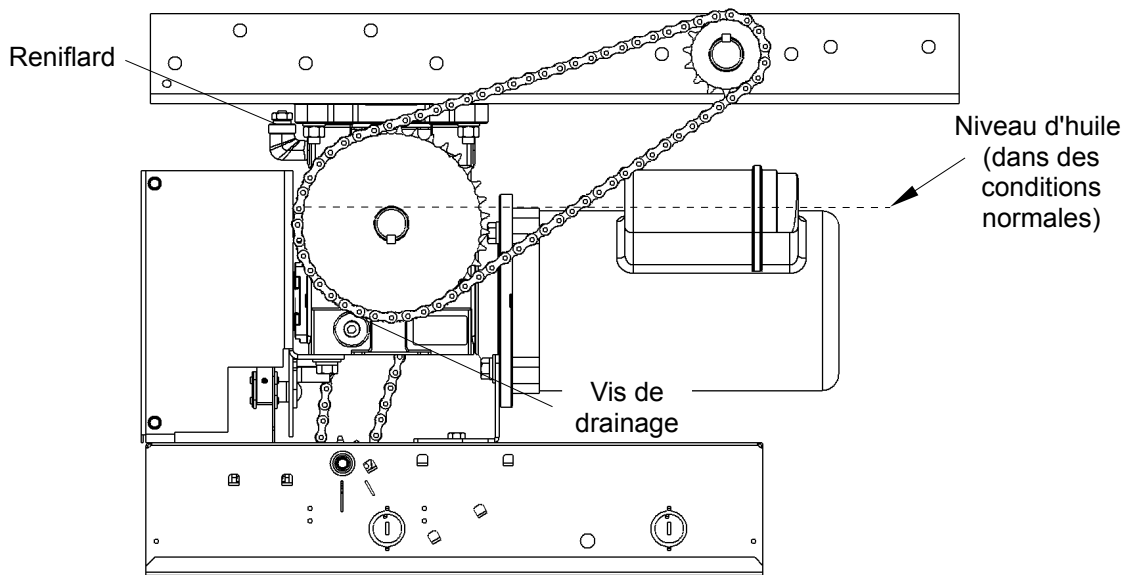

Figure 28 - Reniflard du réducteur
1. Dévisser et enlever le reniflard (coude du reniflard), voir la Figure 28.